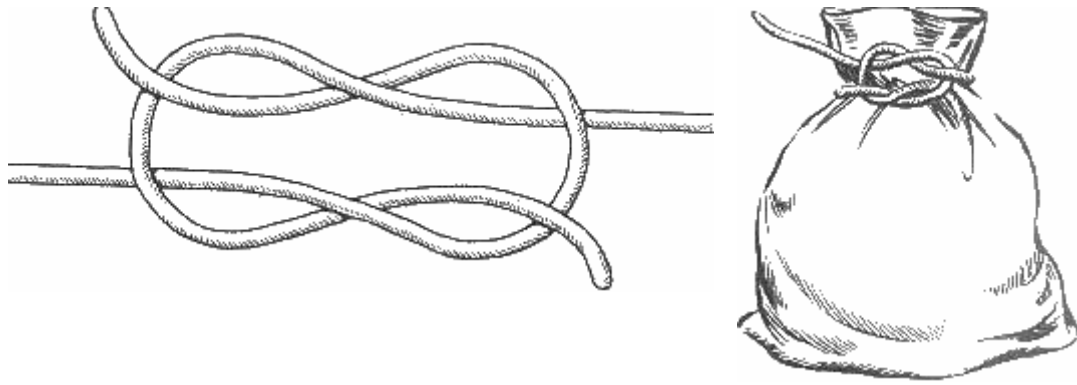

Рис. 24. "Тещин узел"
**"Тещин" узел** (рис. 24). Удивительно, но факт. Некоторые люди, связывая две веревки вместе, каким-то образом умудряются завязать так называемый "тещин" узел, в чем-то напоминающий бабий. Если у последнего ходовые концы выходят из узла с одной стороны, то у тещинового узла они выходят с разных сторон по диагонали.
**"Травяной" узел** (рис. 31). Несмотря на свое название, этот элементарный узел вполне надежен и может выдерживать сильную нагрузку. Кроме этого, он легко развязывается при отсутствии тяги. Принцип узла — полуштыки чужими концами (рис. 31, и). Иногда нам приходится связывать два ремня или две ленты, ну, скажем, вожжи. Для этой цели "травяной" узел очень удобен (рис. 31, б). Его можно завязать, изменив немного "тещин" узел (см. рис. 24) или начав с полуштыков, как это показано на схеме (см. рис. 31, а). При затягивании "травяного" узла за коренные концы узел перекручивается и принимает другую форму. Когда он затянут окончательно — два ходовых конца смотрят в одну сторону.